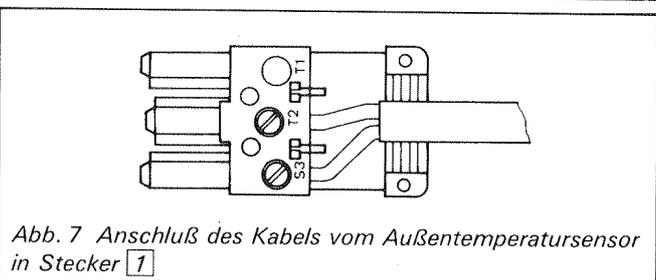

Abb. 7 Anschluß des Kabels vom Außentemperatursensor in Stecker **1**
1. Anschlußkabel vom Außentemperatursensor (2-adrig) in Stecker **1** entsprechend Abb. 7 anschließen. Die Adern sind vertauschbar.